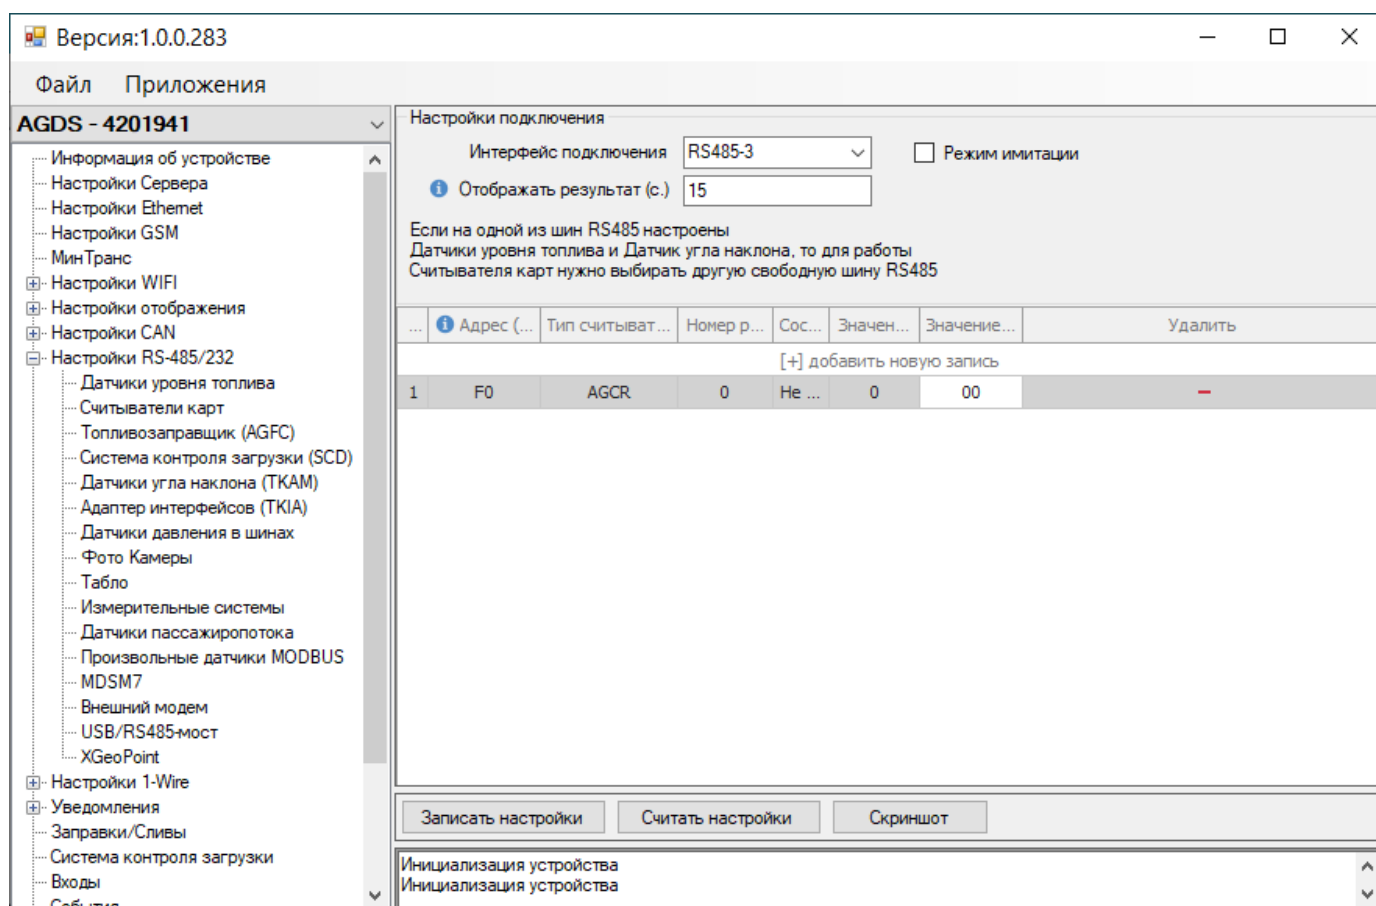

Рис.85. Рабочая область пункта «Считыватели карт»
2. Выберите в списке программы-конфигуратора пункты Настройки RS-485/232 | Считыватели карт (**Рис.85**).